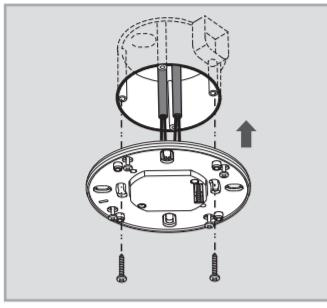
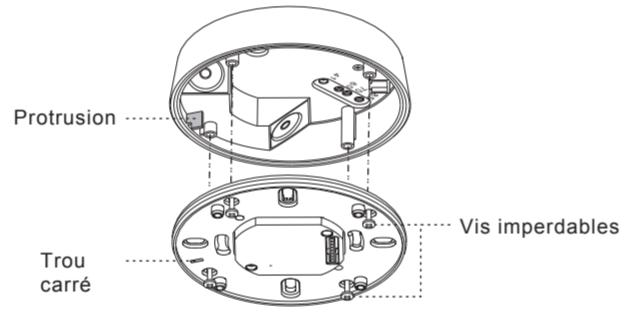

FIG. 9
FIG. 17
4.4.1.3 Fixer la boîte d'alimentation dans la boîte de jonction de norme européenne avec 2 pces vis (voir FIG. 9).
4.4.3.5 Se référer aux schémas des connexions pour le bon raccordement des câblages (voir FIG. 5 - FIG. 6). Il y a un trou carré dans la plaque de fixation. En plaçant la plaque de fixation dans la boîte de jonction, veuillez adapter le filetage à la proéusion de la boîte de jonction (voir FIG. 17), puis fixez la tête de détection sur la boîte d'alimentation selon la FIG. 9 et assemblez-les à l'aide des 4 pces vis imperdables attachées.